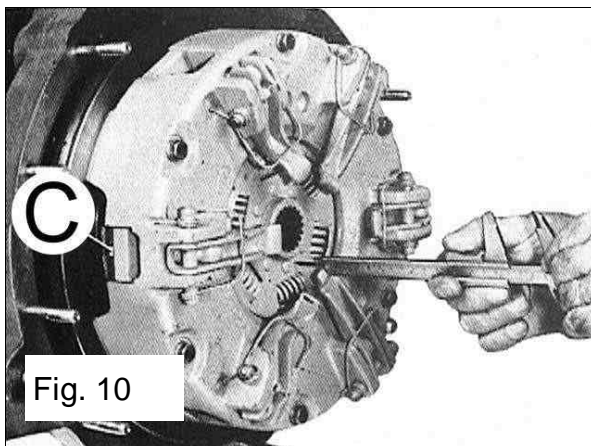

Fig. 10
- desserrer les contre-écrous et agir sur les écrous **C** (fig. 10) jusqu'à obtenir la cote prescrite;